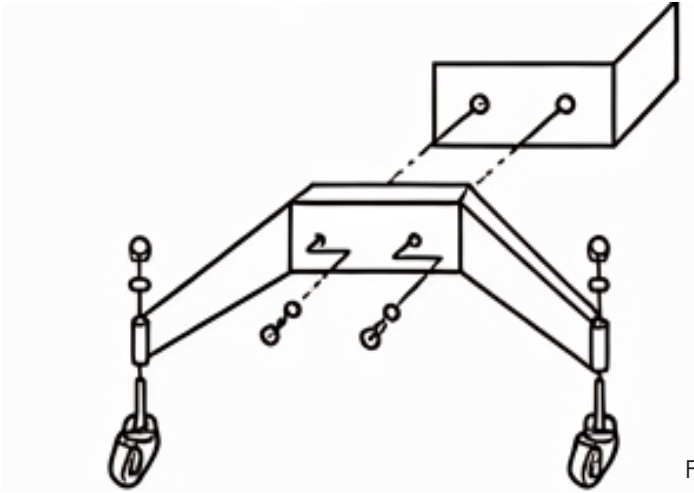

Fig. 2
1. Bevestig de vier wielonderdelen aan de twee wagens met de meegeleverde blindmoerbouten en ringen (zie Afbeelding 2).